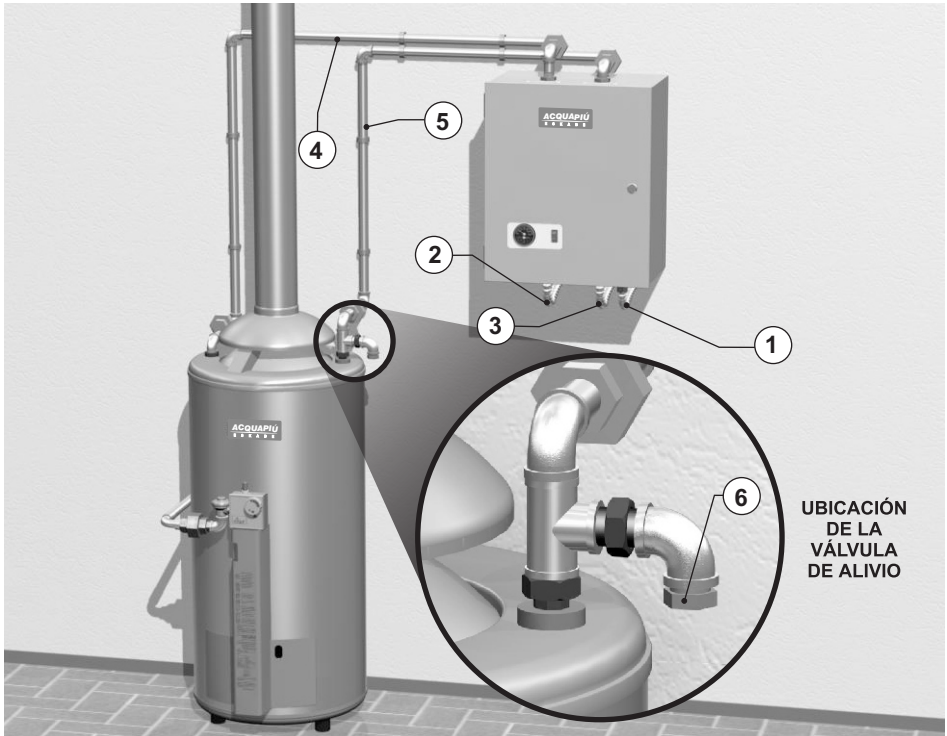

Fig. 9
- La **válvula de alivio** provista con la Caldera debe ser colocada en la cañería de entrada del agua de la Caldera (ver referencia 6 en fig. 9). Esta válvula sale regulada de fábrica para una presión de apertura de 0,3 MPa (3 bar) y **por ningún motivo debe alterarse su calibración**. El agua que drena de la válvula de alivio lo hará por una manguera de 1 1/4" (31,75 mm) para uso con agua caliente a 100 °C, sujeta a dicha válvula mediante una abrazadera y que estará abierta a la atmósfera. Dicha manguera de descarga será instalada con una pendiente continua en un ambiente que no se pueda congelar.
En la fig. 9 se muestran todos los caños de las conexiones de agua a la vista para mayor claridad, pero si se lo desea, parte de estos caños pueden ser empotrados en la pared.